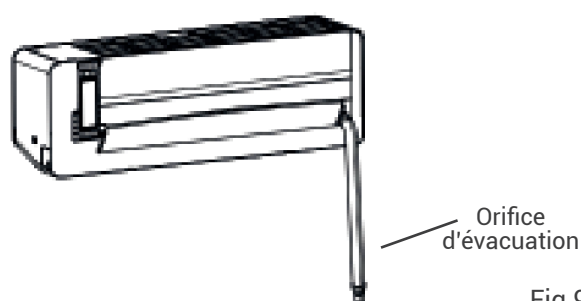

Fig.9
2. Connexion du tube arrière gauche (similaire au tube inférieur gauche). (facultatif, voir figure 9)
La figure de droite est disponible pour la position du tuyau de vidange, voir Fig. 9.